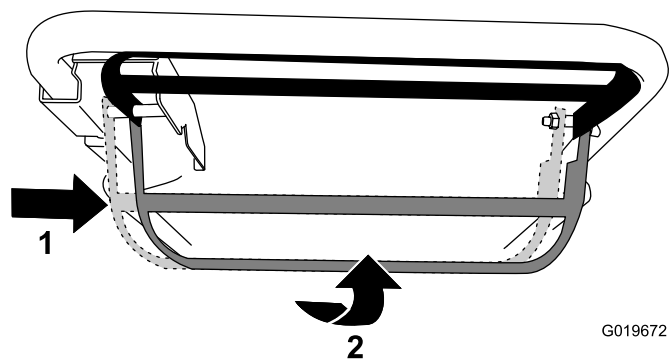

图 17
- **要操作自走驱动系统并接合刀片** 请将刀片控制杆移到最右侧并抬升到手柄处 图 17。